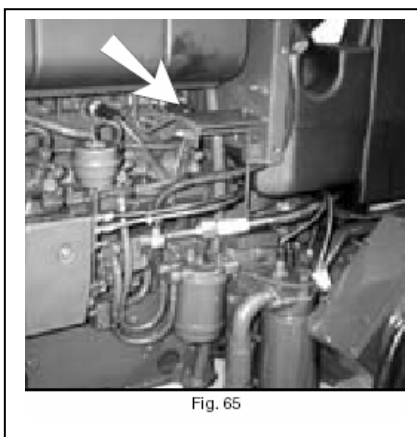

Fig. 65
- Løsn udluftningen en halv omgang (fig. 65), efter den er grundigt rengjort.